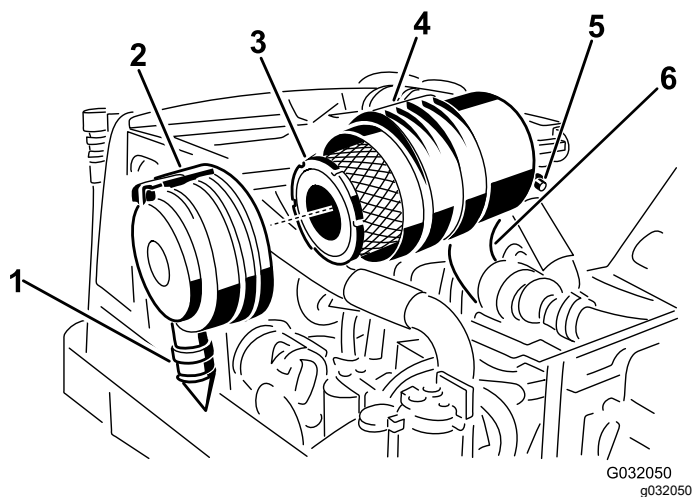

Figura 46
2. Retire o filtro principal (Figura 46).
entre cerca das 5h00 a 7h00 quando vista da extremidade, e prenda o trinco (Figura 46).
3. Substitua o filtro principal (Figura 46).